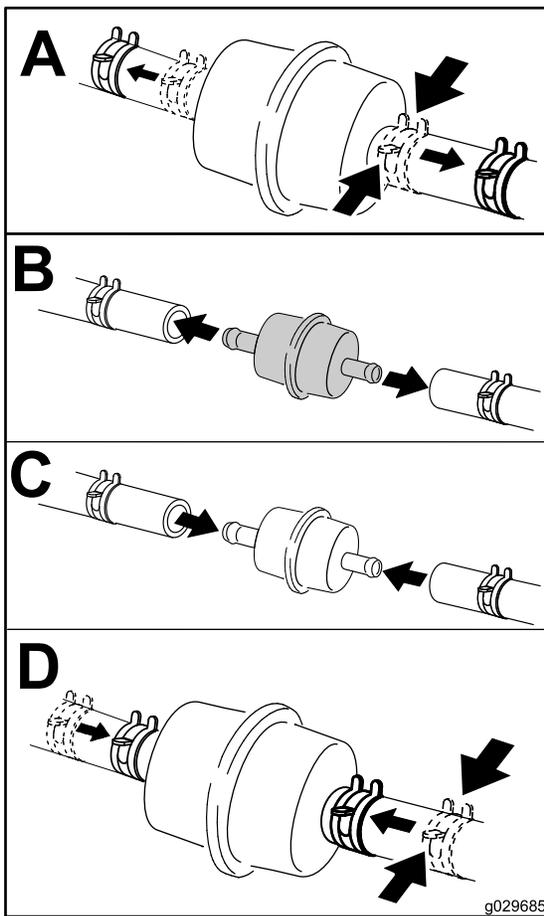

Рисунок 42
6. Подставьте под топливный фильтр чистую емкость и замените топливный фильтр, как показано на Рисунок 42.